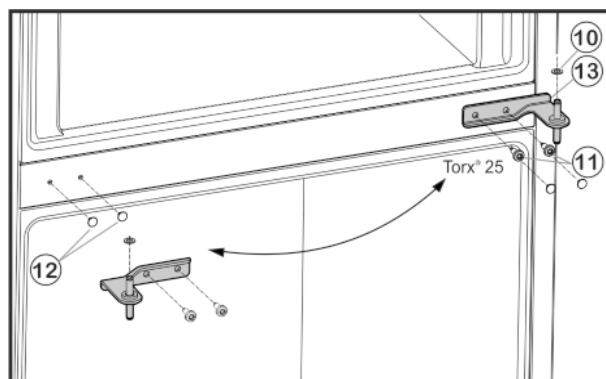

Fig. 5
- Desserrer les vis de fixation Fig. 5 (11) (2 fois Torx® 25) et retirer le support de palier du milieu de la porte inférieure.
- Retirer la rondelle en plastique Fig. 5 (10).
- Retirer soigneusement les habillages Fig. 5 (12) et les remettre en place du côté opposé.
- Remettre en place le support de palier du milieu Fig. 5 (13) à 180° dans la porte inférieure et la visser solidement à l'aide des vis de fixation Fig. 5 (11) (2 fois Torx® 25) sur le nouveau côté de la charnière **(avec 4 Nm)**.
- Remettre en place la rondelle de plastique Fig. 5 (10).
- Mettre en place la porte supérieure sur le support de palier Fig. 5 (13).